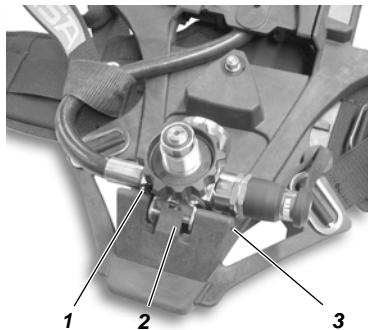
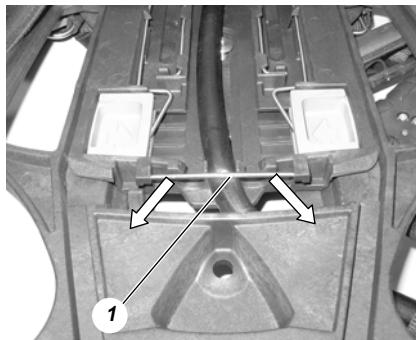

Fig. 9 Démontez le détendeur de pression
Fig. 10 Démontez le tuyau
- (4) Faites glisser les coussinets d'épaule dans la position inférieure des encoches de guidage latérales de la plaque dorsale, faites pencher les boutons un peu à l'extérieur vers l'avant et extrayez les coussinets des encoches de guidage.
- (5) Déboutonnez les coussinets d'épaule et la ceinture de hanche de la plaque dorsale.
- (6) Appuyez sur la goupille de fixation (voir Fig. 10) du tuyau à plusieurs voies en la penchant vers le bas et démontez-la.
- (7) Procédez de la même manière sur l'autre côté de la plaque dorsale.
- (8) Démontez le tuyau à plusieurs voies du guide de la plaque dorsale.
- (9) Enfoncez l'axe (3) dans le support du détendeur de pression (voir Fig. 9).
- (10) Enlevez le détendeur de pression de la plaque dorsale, n'enfoncez **pas** le ressort d'arrêt (2).